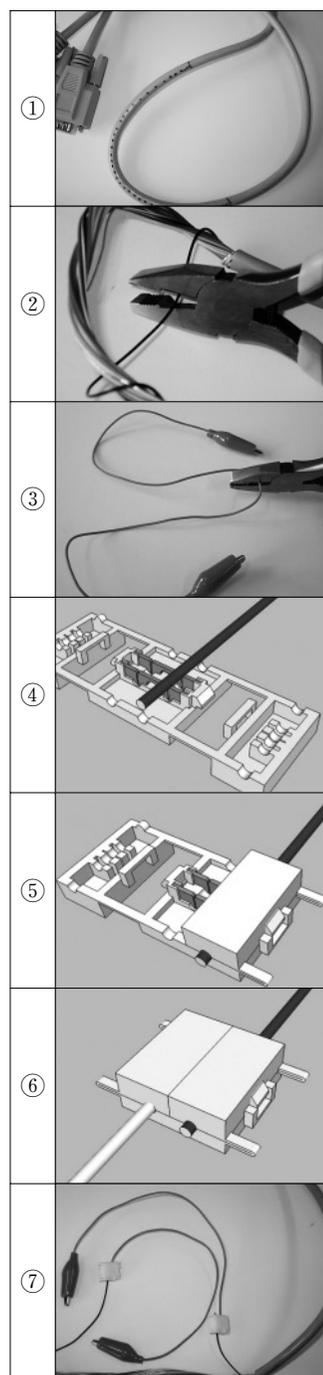

図8 RGB切換え器製作方法
(1) 材料、購入サイト例
(2) 製作方法（図8）
- ① 被膜の点線の位置にカッターナイフで軽く切れ目を入れ，被膜を剥ぎ取る。
- ② 1～3番ピンにつながっているRGBの信号線を切断する。(1)のディスプレイケーブル